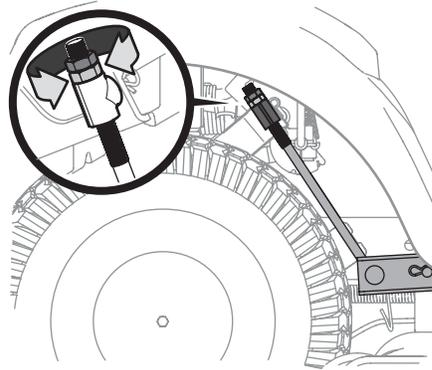

Figure 4-6
3. Une tige d'ajustement de relevage de chaque côté du plateau de coupe se trouve sous les garde-boue arrière, sur l'intérieur des roues. Voir la Figure 4-6.